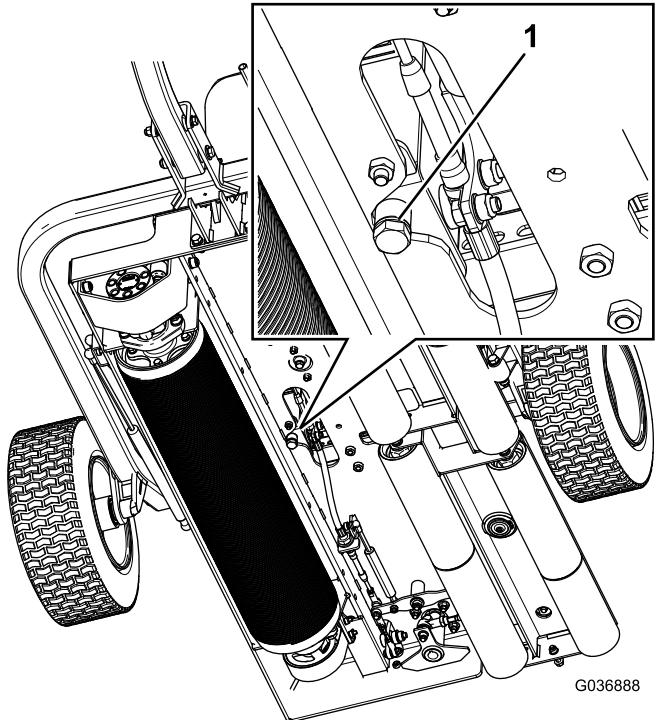

Bild 35
2. Entfernen Sie die Ablassschraube von der Unterseite des Behälters (Bild 35).